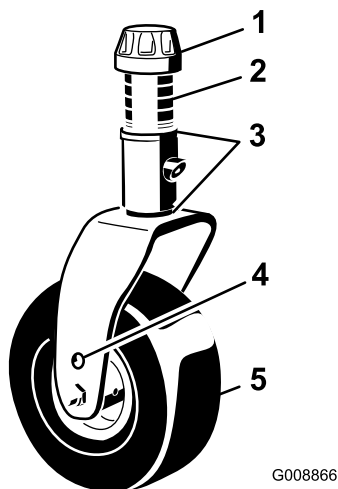

Figura 20
5. Togliete il tappo tenditore dall'asse del fusello ed estraete il fusello dal braccio della ruota orientabile (Figura 20).